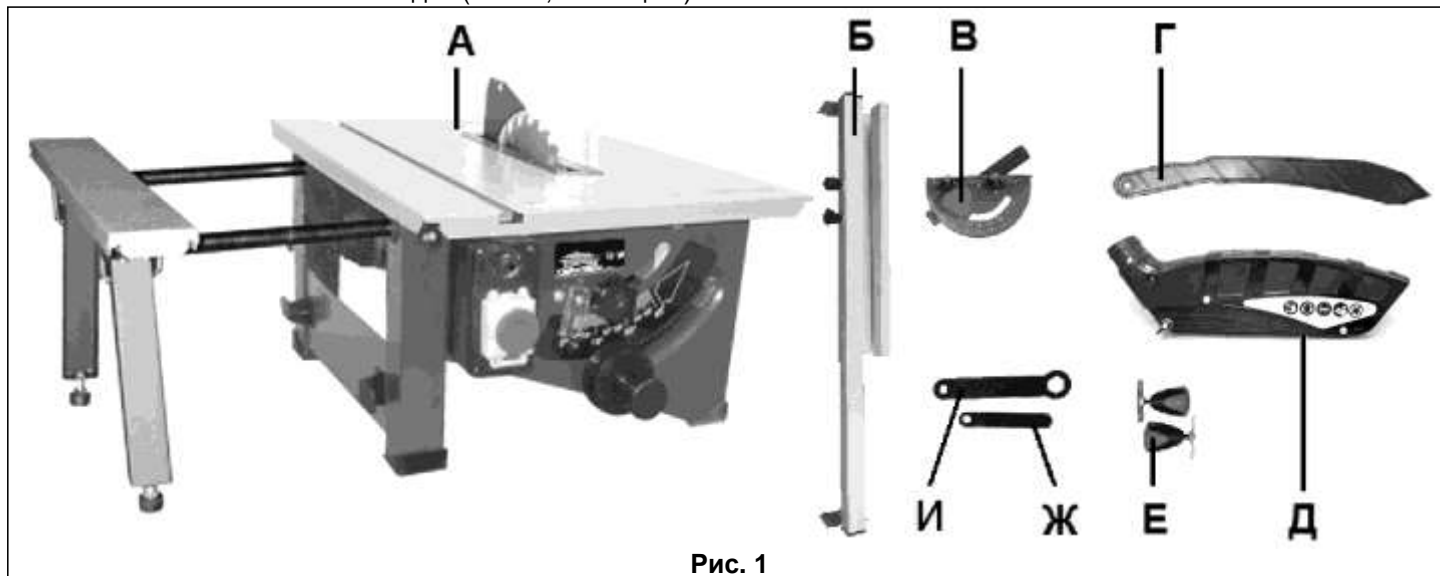

Рис. 1
3. КОМПЛЕКТНОСТЬ (Рис.1а, 1б)
3.1. В комплект поставки входит (Рис. 1, таблица 2)